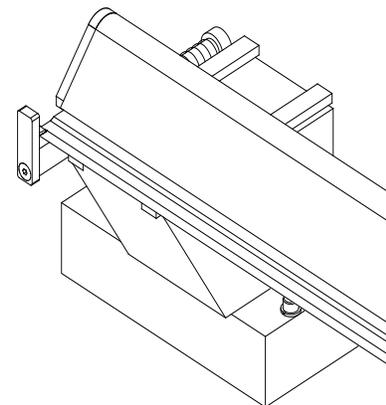
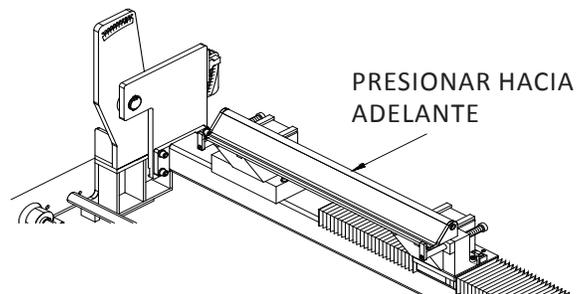

FIG. 20
FIG. 21
3. Coloque la cuchilla de asiento de forma que las puntas no desgastadas en una cuchilla de asiento usada o los extremos de una nueva cuchilla de asiento estén en las puntas del calibrador. Véase la FIG. 20. Presione la cuchilla de asiento hacia delante firmemente contra la punta del calibrador y después encienda los electroimanes. Véase la FIG. 21.
2. Encienda el interruptor de la BOMBA DE REFRIGERANTE y compruebe que la boquilla envía el refrigerante a la cuchilla de asiento. Véase la FIG. 20